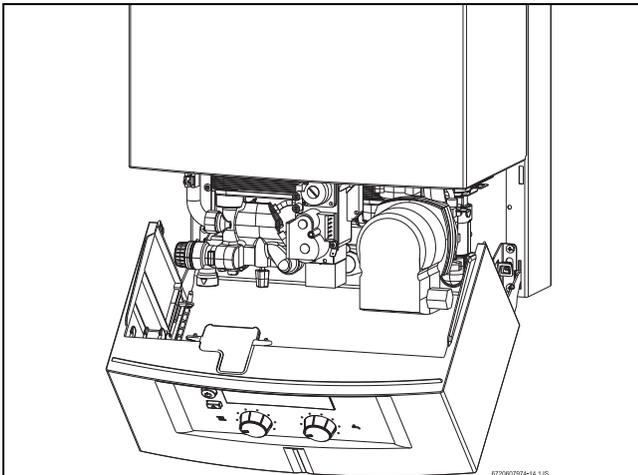

Рис. 25 Сервисная позиция для регулирования газа
- ▶ Перевести панель управления в сервисную позицию (см. рис. 25).